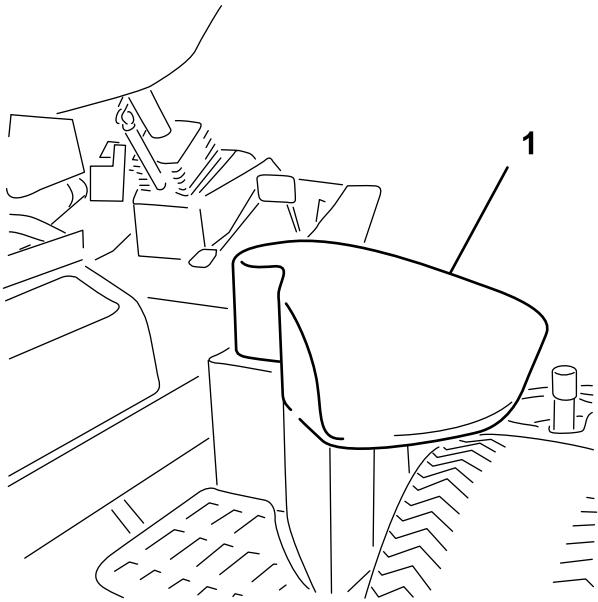

Figure 35
2. Du côté droit de la machine, soulevez le couvercle du réservoir hydraulique (Figure 35).